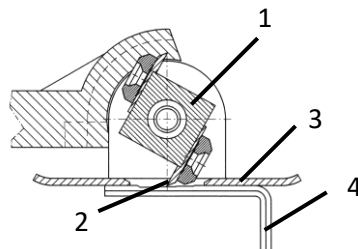

Fig. 7: Indstilling af kniv
- > Udskift evt. kniven (**2** – Fig. 7).
- > Drej valsen (**1** – Fig. 7) så kniven maksimalt rager over føringspladen (**3** – Fig. 7).
- > Læg unbraconøgle (**4** – Fig. 7) på føringsplade, så kærven befinder sig på ønsket skæredybde for kniven.